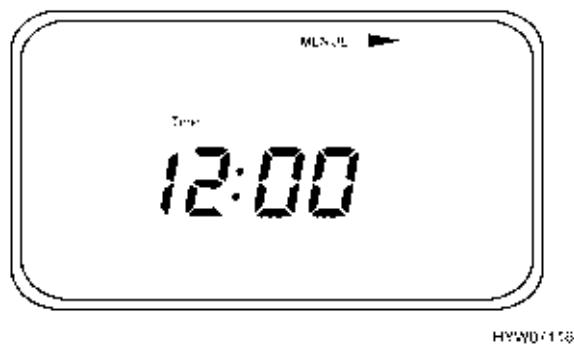

Fig. 123 Menu Impostazioni (pagina 1)
- Premere il tasto "MENU" (Fig. 118,3) per più di 3 secondi: appare il menu Impostazioni (Fig. 123).